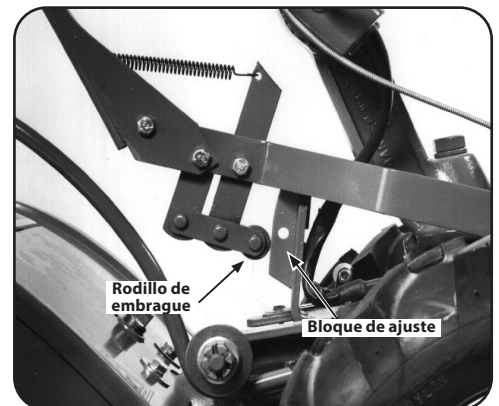

Figura 3-12
9. Para probar la Reverse, eleve y mantenga levantada la palanca completamente en la posición Reverse (reversa), luego suéltela. La palanca debe regresar automáticamente a la posición Neutral (punto muerto). Consulte la Figura 3-12. De lo contrario, no use la cultivadora. Consulte a su distribuidor autorizado o comuníquese con el Departamento de Servicio Técnico de Troy-Bilt por instrucciones.